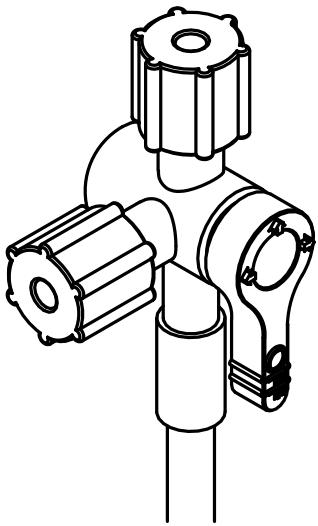

Figura 3. Válvula de tres vías en posición cerrada
6. Cierre la válvula de tres vías. Consulte la Figura 3.